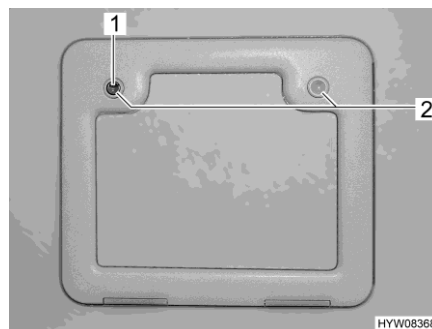

Fig. 17 Trampilla exterior del cassette Thetford
- Introducir la llave en el cilindro de cierre del cierre a presión (Fig. 17,1) y girarla un cuarto de vuelta.
- Presionar ambos cierres a presión (Fig. 17,2) al mismo tiempo con el pulgar y abrir la trampilla exterior.
- Introducir la llave en el cilindro de cierre (Fig. 17,1) y girarla un cuarto de vuelta.